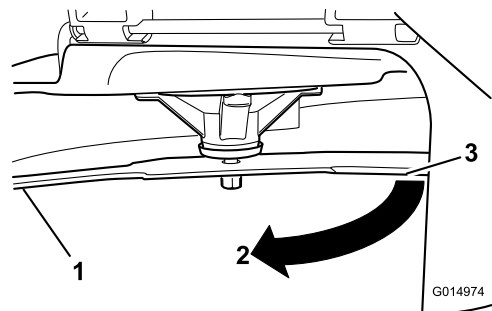

Bild 60
4. Drehen Sie dasselbe Messer um 180 Grad, sodass die andere Schnittkante jetzt in derselben Stellung ist (**Bild 60**).